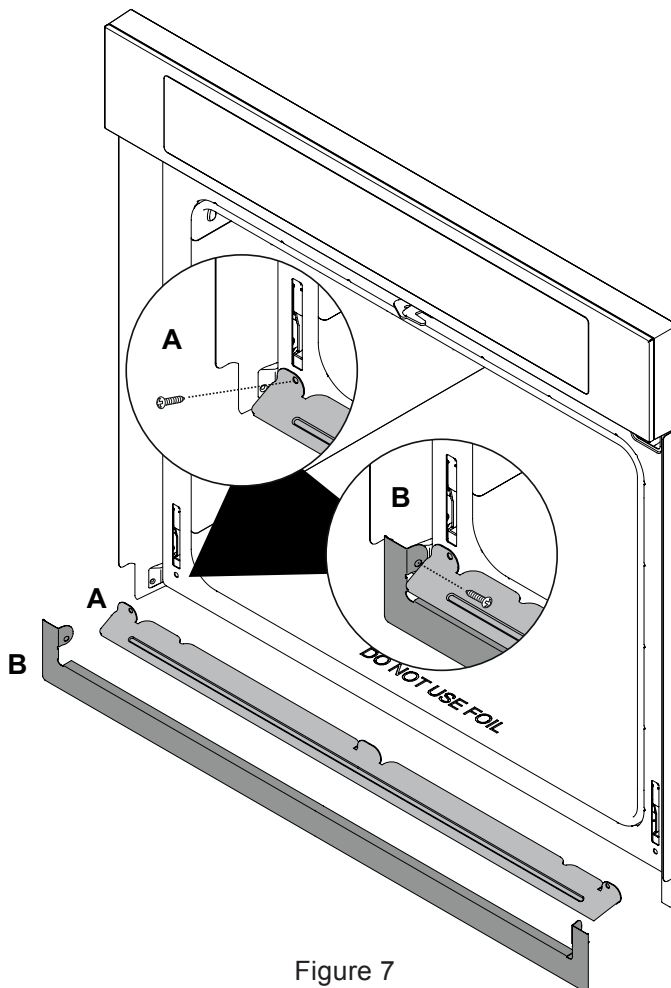

Figure 7
A. Placez le déviateur d'air (A) en place, comme indiqué sur la figure 7. Alignez les emplacements des vis et fixez les deux extrémités.
B. Placez la garniture de couleur assortie (B) comme indiqué. Alignez les emplacements des vis et fixez les deux extrémités.